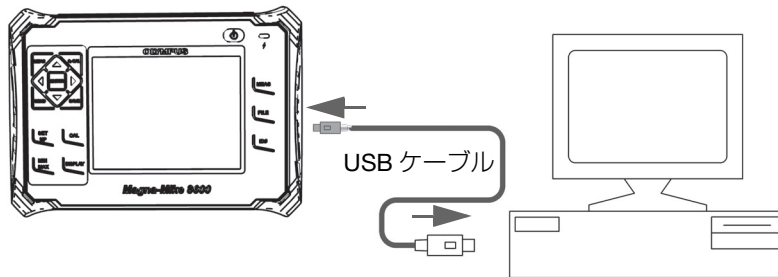

図 8-2 Magna-Mike 8600 とコンピュータの接続
7. USB ケーブルの一端を Magna-Mike 8600 の I/O ポートカバーの下にある USB クライアントコネクタに接続し、他端をコンピューターの USB ポートに接続します（135 ページ図 8-2 参照）。